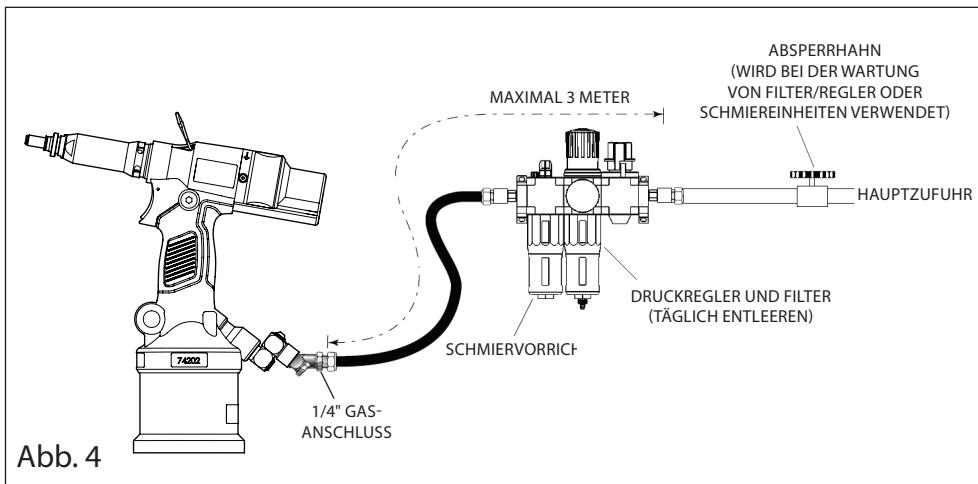

Abb. 4
- Druckregler und automatische Schmier-/Filtersysteme zur Verwendung mit der Hauptluftzufuhr innerhalb von 3 Metern von dem Gerät (siehe Abb. 4).